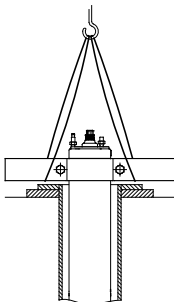

Рис. 15 Електродвигун у вертикальному положенні
2. Встановіть електродвигун у вертикальному положенні у гирлі свердловини. Див. рис. 15.